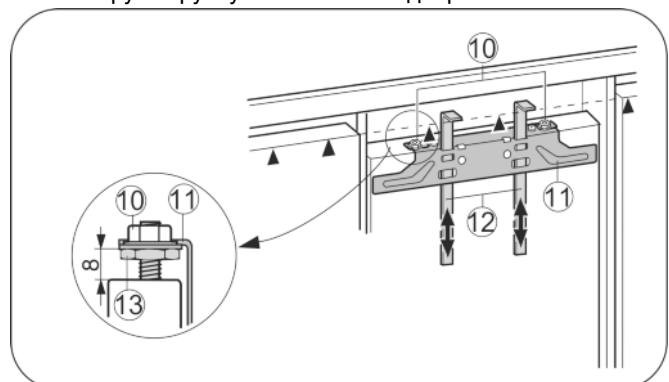

Fig. 25
- ▶ Монтажные приспособления Fig. 25 (12) сдвиньте вверх на высоту мебельной дверцы. Нижняя упорная кромка ▲ монтажного приспособления = верхней кромке подлежащей установке мебельной дверцы.
- ▶ Открутите крепежную поперечину Fig. 25 (11) с помощью контргайк Fig. 25 (10).